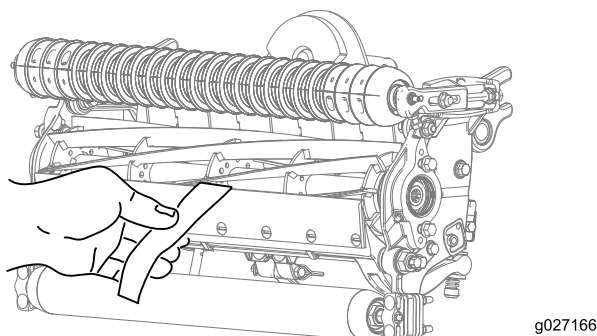

Figura 10
12. Verificate le prestazioni di taglio inserendo una lunga striscia di carta di verifica del taglio Toro tra il cilindro e la controlama, perpendicolarmente alla controlama (Figura 10).